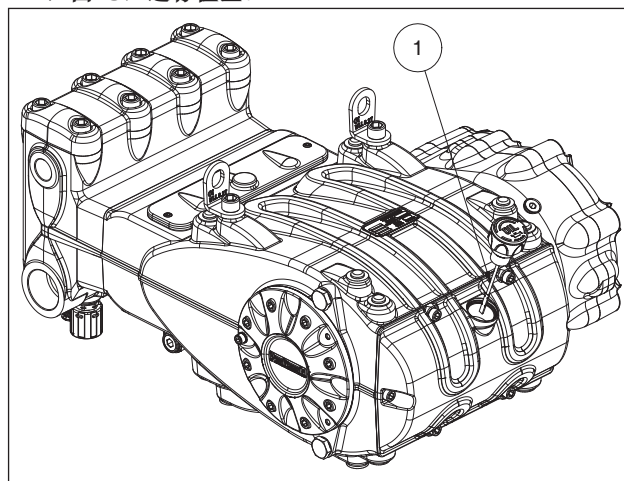

图 8
5. 泵壳中的油处于规定的油位，可通过专用的油位杆(①，图8)进行检查。